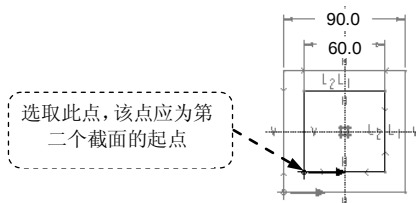
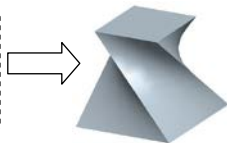

图 5.26.8 定义截面起点
图 5.26.9 扭曲的混合特征
(1) 选择图 5.26.8 所示的点, 再右击, 从弹出的快捷菜单中选择 **起点(S)** 命令 (或选择
说明：系统默认的起始位置与草绘矩形时选择的第一顶点有关，如果截面起点位置已经处于图 5.26.8 所示的位置，可以不用修改。改变截面的起点和方向的原因如图 5.26.8 所示。
注意：混合特征中的各个截面的起点应该如图 5.26.8 所示靠近，且方向相同（同为顺时针或逆时针方向），否则会生成图 5.26.9 所示的扭曲形状